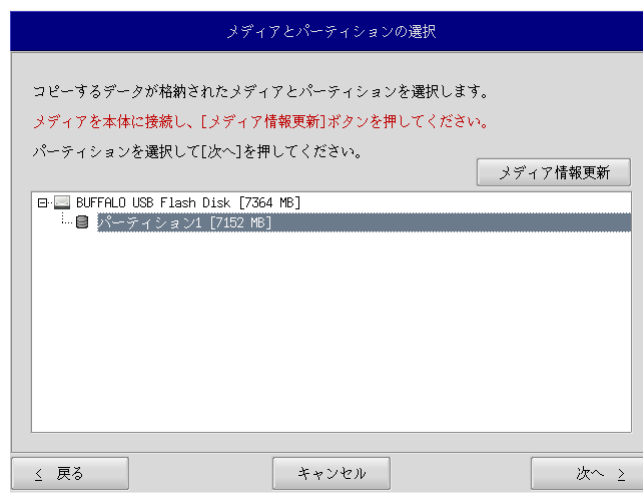

図 5-2-3. メディアとパーティション選択画面
- ⑥ メディアとパーティション選択画面(図 5-2-3)が表示されます。あらかじめ用意しておいたバックアップ USB を本体に接続し、[メディア情報更新]ボタンを押してください。バックアップ USB のパーティションを選択し、[次へ]ボタンを押します。